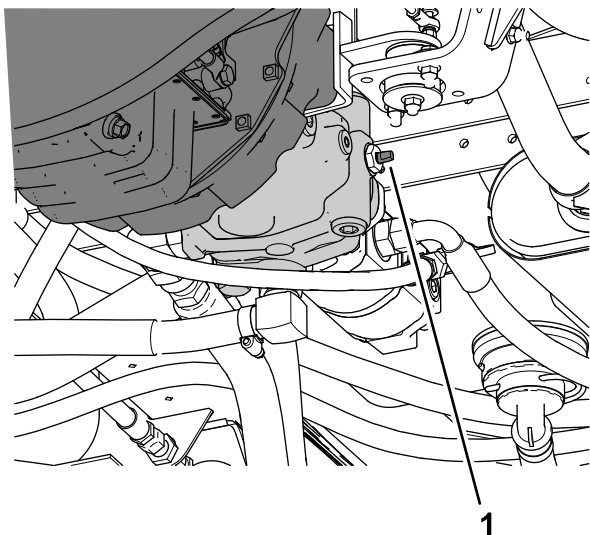

Figura 92
3. Gire la válvula de remolcado (Figura 92) 90° en cualquier sentido para abrirla.